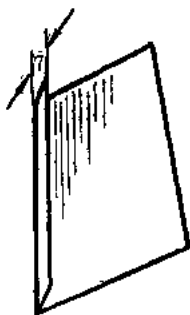
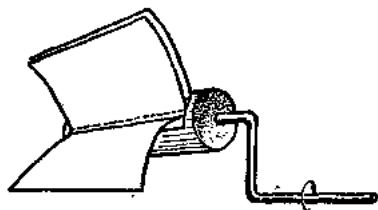

图 9
图 10
5. 画图片组 在尺寸为 130×90 (毫米)² 的各张铅画纸上,画出(纸横放)一个动作的连续姿势共 30~32 张,例如跳木马运动(图 8),把运动员奔近木马至跳过木马落在垫子上的一个过程,分成 30~32 个连续姿势,画在各张铅画纸上,画上背景,着好颜色,然后把每张的上边弯折 7 毫米(图 9)(注意折纸痕时不能太用力,以免影响纸片的弹性),然后如图 10 所示方向把画片围粘在圆木转动轴上,注意弯折方向和轴转动方向相反,即成转动画片。